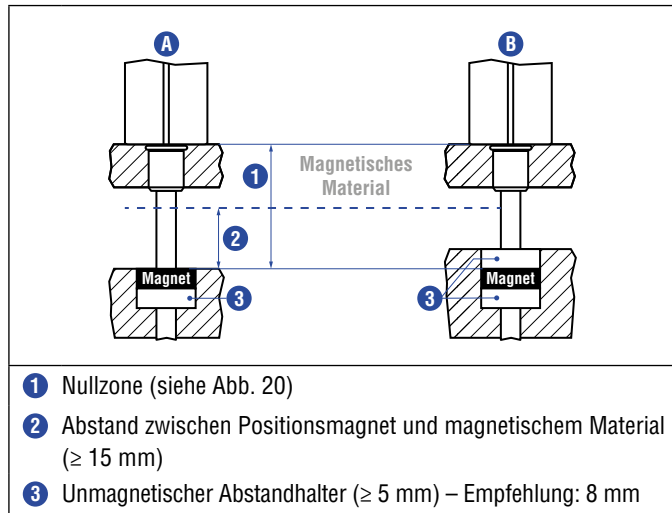

Abb. 18: Einbau mit magnetischem Material
- Der minimale Abstand zwischen Positionsmagnet und magnetischem Material beträgt 15 mm (Abb. 18).
- Beachten Sie die Maße in Abb. 18 bei der Nutzung von magnetischem Material.
Bei der Verwendung von magnetischem Material die in Abb. 18 dargestellten Maße unbedingt beachten.